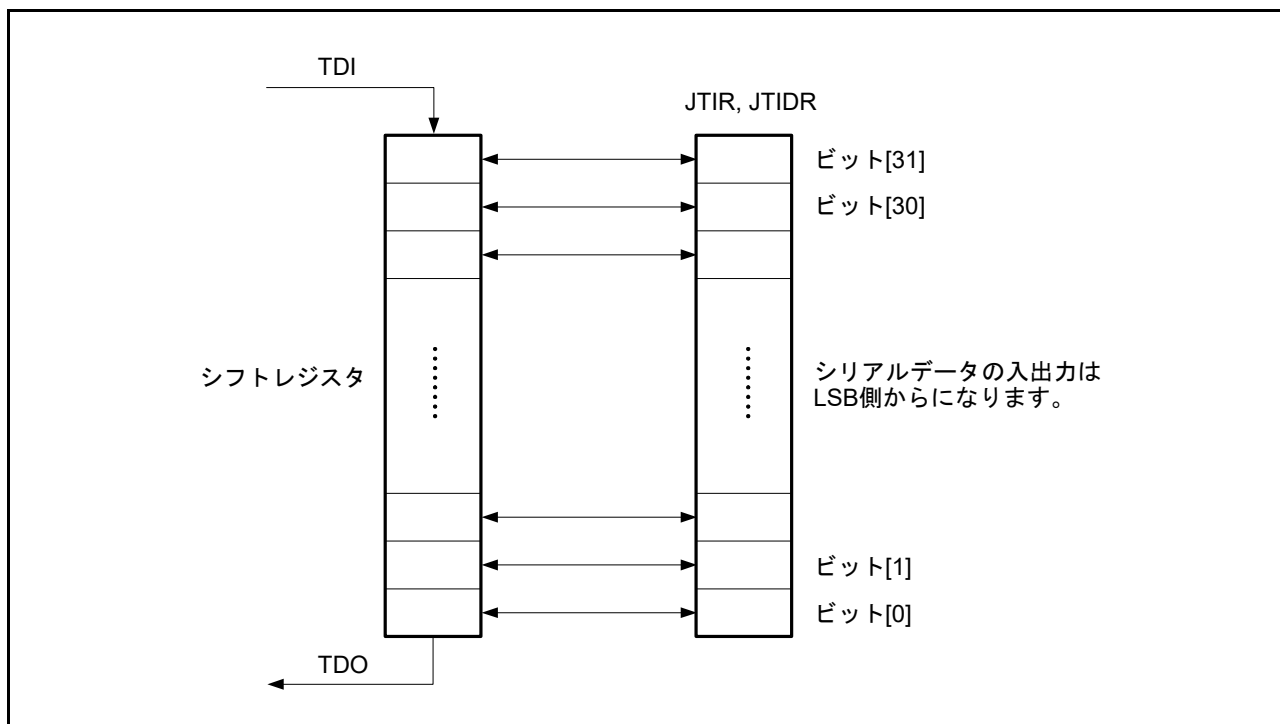

図 43.3 シリアルデータ入出力
- 図 43.3 で示すとおりシリアルデータは LSB 側から入出力する